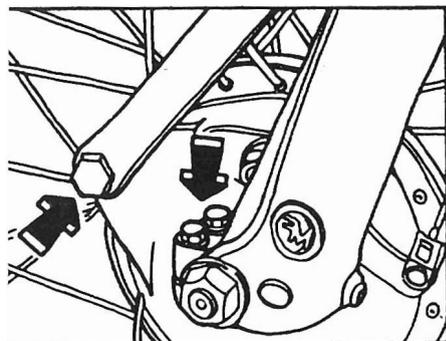

Fig. 35 - Mozzo ruota anteriore.
- Liberare il piatto portaceppi smontando la vite (fig. 35) che fissa l'asta di fermo freno al piatto stesso.
- Allentare le viti di bloccaggio foderi (Fig. 35).